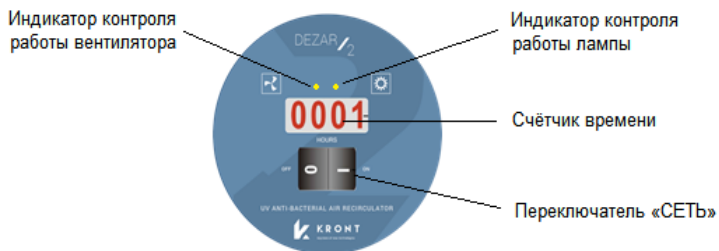

Рис. 6 Панель управления
- 6.9. Световые индикаторы, расположенные на панели управления (Рис. 6), контролируют поступление напряжения питания на лампы и вентиляторы. При отсутствии напряжения индикатор гаснет. Изображения лампы и вентилятора нанесены рядом с соответствующими световыми индикаторами.